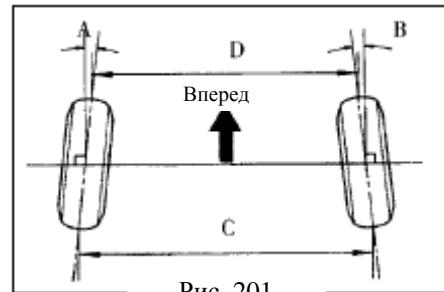

Рис. 201
- 3. Проверьте схождение задних колес(рис. 201)**